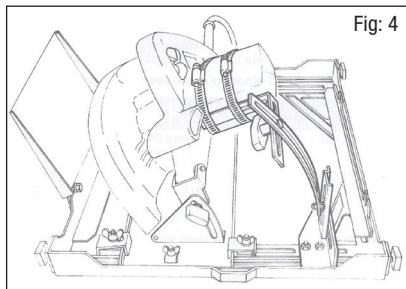

Fig. 4
1. Faites glisser les colliers de serrage (D) sur le bloc-moteur de la scie en vous assurant que les fermoirs à vis sans fin soient orientés par-dessus le moteur, la fente de la vis étant orientée vers l'arrière. Ne serrez pas encore complètement les colliers de serrage à ce stade.
2. L'équerre pour bloc-moteur (E) est pourvue de deux bras, l'un présentant une rainure longue, l'autre une rainure courte. Pour la plupart des scies, montez l'équerre en plaçant le bras à rainure courte contre l'avant du bloc-moteur.
3. Insérez la bande caoutchoutée (F) entre le bloc-moteur et le bras de l'équerre. Montez le bras en place sous les colliers de serrage, contre la bande caoutchoutée.
4. Placez le bras à rainure longue de l'équerre de manière qu'il touche la face intérieure de la bride rainurée (C).
6. Avant de resserrer complètement les colliers, faites passer le boulon carrossier de 1/4" x 3/4" restant dans la bride rainurée (C) et dans la rainure de l'équerre pour bloc-moteur (E), enfitez la rondelle plate de 3/4" x 1/4", et serrez le tout avec le bouton en T (bouton en T vers l'intérieur).
7. Vérifiez que le bord inférieur de l'équerre pour bloc-moteur (E) ne vienne pas heurter l'écrou auto-freiné (L) de l'ensemble de boulon de pivotement. Il est possible que vous deviez déplacer l'équerre pour bloc-moteur (E) légèrement vers le haut du bloc-moteur. Il n'est pas nécessaire que cette équerre soit absolument à l'horizontale et elle peut être légèrement inclinée vers le haut pour créer un débattement encore plus important par rapport au boulon de pivotement.
8. Avant de serrer complètement toutes les fixations, vérifiez qu'il est possible de procéder au réglage de la scie sur toute la plage de profondeurs de coupe et d'angles de coupe. Notez que la bride rainurée (C) est conçue pour fléchir lorsque la scie est placée à l'oblique pour couper en biseau, (voir Fig. 4).